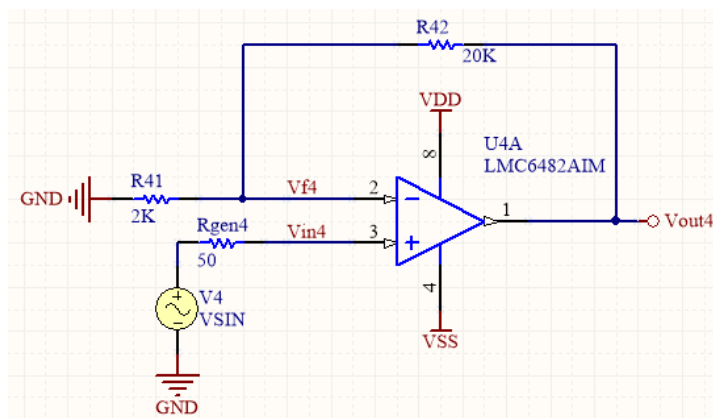

Figure 3: L'amplificateur non-inverseur.
Au lieu de brancher le signal d'entrée à l'entrée négative de l'ampli-op comme pour l'inverseur, on le branche à l'entrée positive afin d'obtenir le circuit non-inverseur montré à la Figure 3. Le signal de sortie du circuit non-inverseur aura la même phase que le signal d'entrée. Comme pour l'inverseur, le non-inverseur compte une résistance dans la boucle de rétroaction afin d'amplifier le signal. Ce circuit utilise l'ampli-op **LMC6482** de la compagnie « *National Semiconductor* ».
- 3.1. Réalisez le schéma du circuit non-inverseur présenté à la Figure 3 dans *Altium Designer*. Ce schéma vous sera utile au laboratoire 3 aussi. Il peut donc être pertinent de le conserver.
- 3.1. Montez le circuit de la Figure 3 sur votre breadboard. Utilisez des tensions d'alimentation de +5V et -5V. Appliquez un signal sinusoïdal d'une amplitude de 100 mV à l'entrée du circuit et observez la sortie à l'oscilloscope. **Rapportez la capture d'oscilloscope dans votre rapport.**